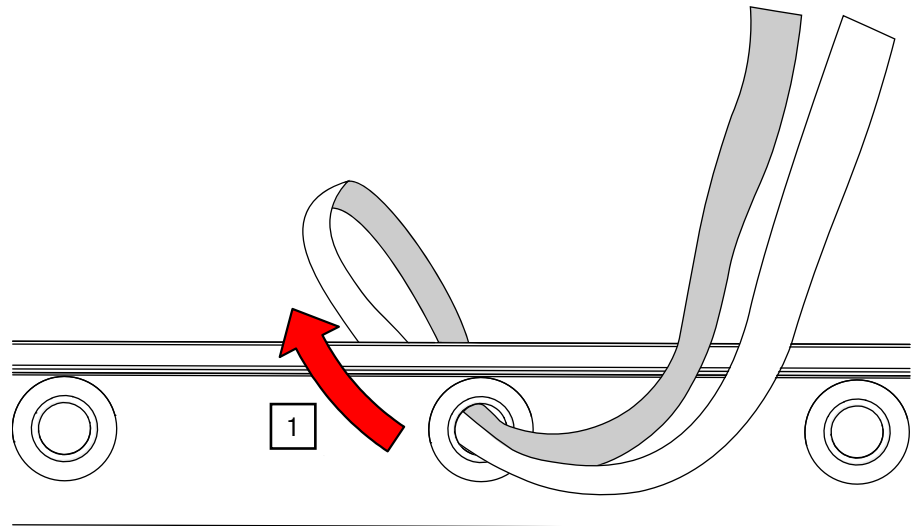

Abb. 89: Bindeband – Durch Vorhangöse ziehen
1. Legen Sie das Bindeband in der Mitte zusammen und ziehen Sie es durch die Öse des Vorhangs (siehe Abb. 89).